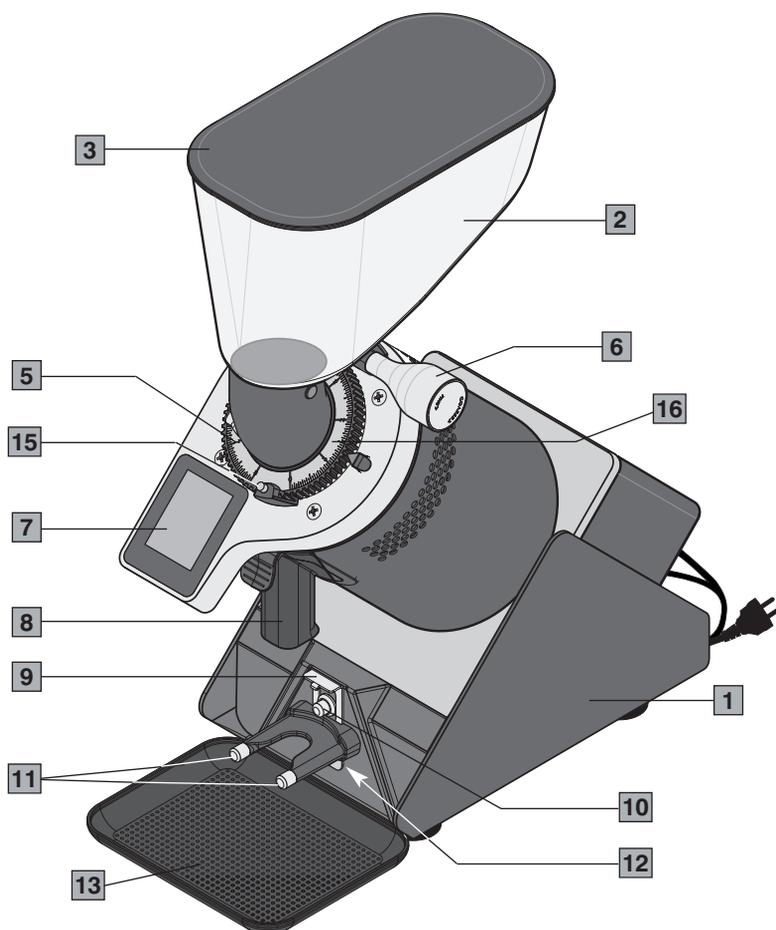
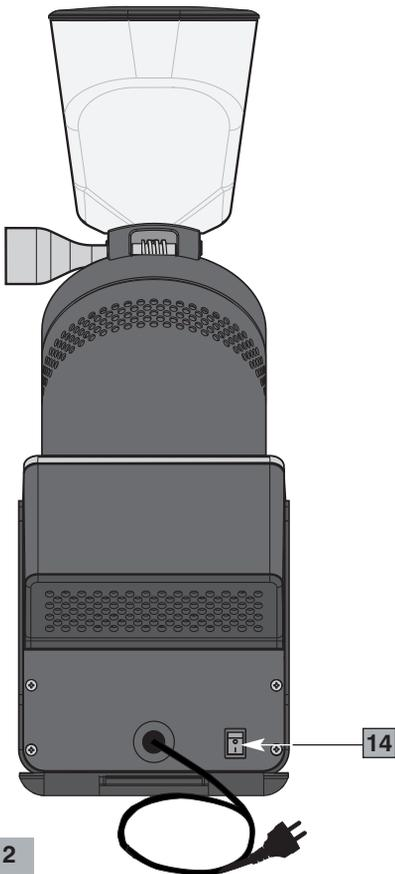
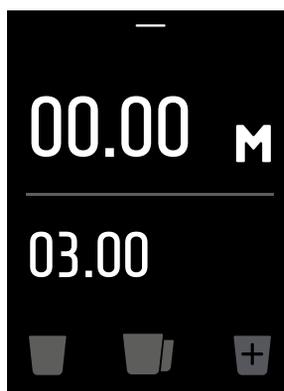

Fig. 1
Fig. 2
Fig. 5c
### Componenti principali (Fig. 1, Fig. 2, Fig. 3, Fig. 4)
| 5 | Ghiera regolazione macinatura           | 14 | Interruttore ON-OFF (I-O) (Fig. 2) |
| 7 | Pannello di controllo (Fig. 1 e Fig. 4) | 16 | Disco indicatore granulometria     |
Prima di collegare la spina alla presa accertarsi che il pulsante ON-OFF (14 Fig. 2) sia in posizione "O" di spento.
- 2 Portare l'interruttore ON-OFF (14 Fig. 2) sulla posizione "I". Si accende il pannello (7 Fig. 1) (vedere Fig. 4).
- 4 Premere con la coppa portafiltro (posizionandola sopra l'appoggio (11 Fig. 1) sotto il supporto (9 Fig. 1) preventivamente regolato in base al modello della coppa portafiltro utilizzata) il pulsante di erogazione start (10, Fig. 1). Mantenere il portafiltro in posizione finché non si conclude l'erogazione.
- 4 Premere con la coppa portafiltro il pulsante start (10, Fig. 1) e mantenerlo premuto per il tempo desiderato che viene visualizzato sul display. La barra di avanzamento della dose lampeggia (vedere Fig. 5c). Una volta rilasciato il pulsante start, si avvia lo SweepOut. Il display visualizza il tempo rimanente per lo SweepOut con la barra di avanzamento che lampeggia.
Un'ulteriore correzione del grado di macinatura è possibile ruotando la manopola di regolazione della macinatura (6 Fig. 1) alla base della campana (vedere Fig. 6).
### Posizione disco indicatore granulometria (16, Fig. 1)
Dopo aver regolato il grado di macinatura desiderato, se si vuole impostarlo come valore zero (o come qualsiasi altro valore del disco indicatore), è sufficiente togliere il bloccadisco (15, Fig. 1), ruotare il disco indicatore fino alla posizione voluta e bloccarlo di nuovo.